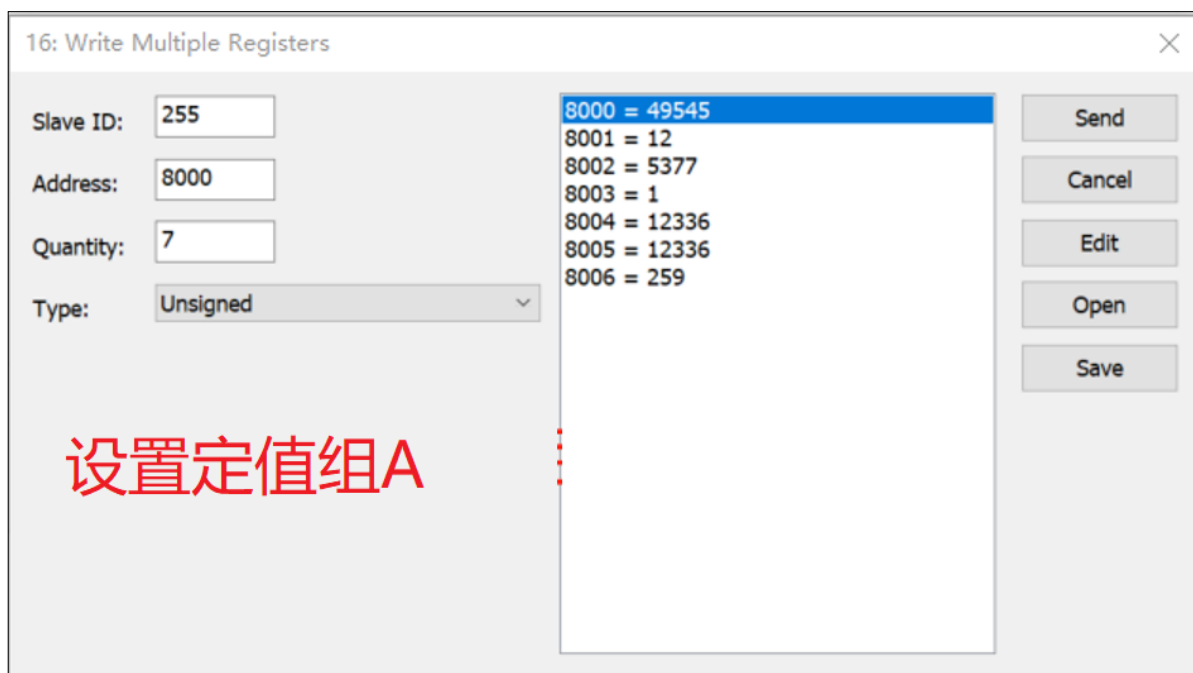
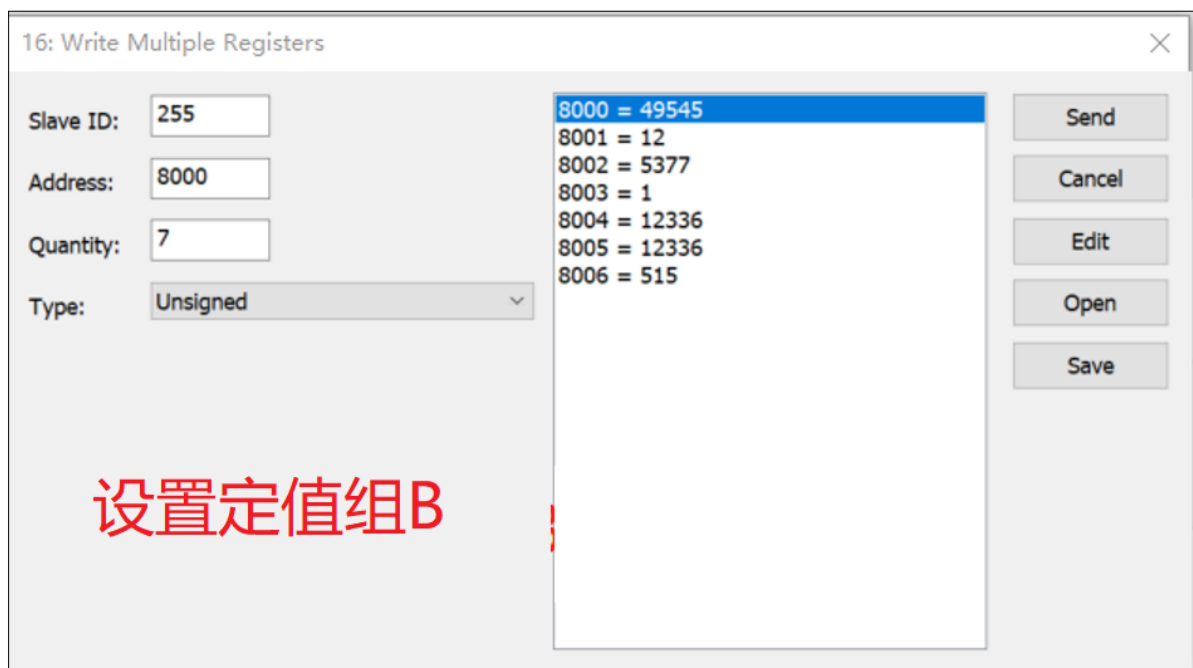

图 2
图 3
2. 使用 Modpoll 工具向相应寄存器写入切换定值组的报文，如图 2 为设置定值组 A，图 3 为设置定值组 B；